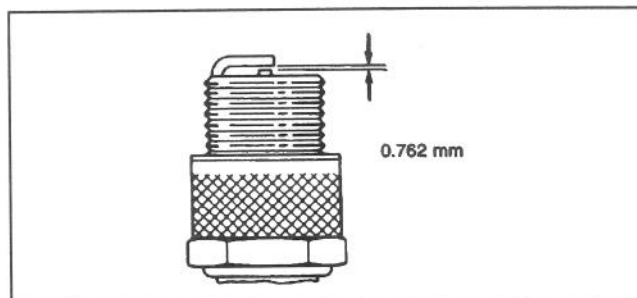

Figure 18
4. Régler l'écartement entre les électrodes centrales et latérales à 0,762 mm (Fig. 18). Installer la bougie à écartement adéquat avec un joint d'étanchéité et serrer la bougie à 20,4 Nm.